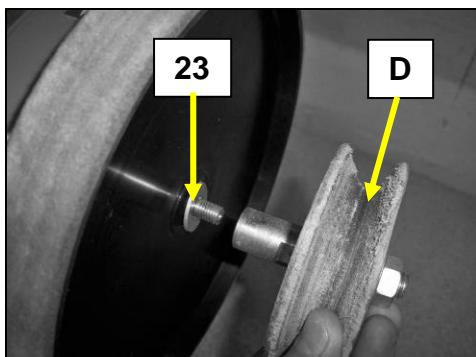

Fig 21
- Vissez le disque de démorphilage (D) sur l'arbre, dans le sens des aiguilles d'une montre (Fig 21).